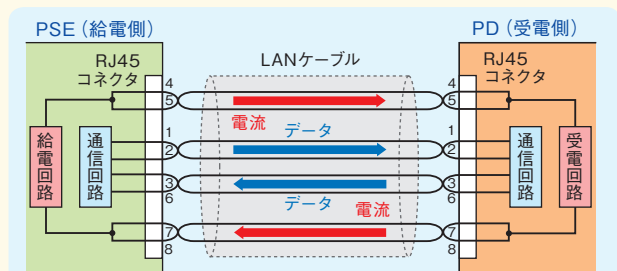

図2 給電方法 (Alternative Bの場合)
(④⑤対、⑦⑧対)は使用されていません。PSE (給電スイッチングハブ)には、通信で使用している2対(①②対と③⑥対)に給電電流を重畳させる方式(Alternative A)と未使用の2対(④⑤対と⑦⑧対)を使って給電を行う方式(Alternative B、図2)の2種類があります。一方、PD(受電側機器)は、Alternative A、B両方の給電方式に対応するように設計されていますから、PSEの給電方式を意識しなくてもPoE機能が使用できます。